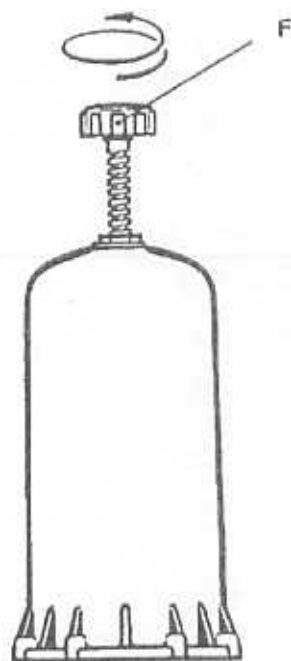

Abb. 7a
- Den Bypass-Schalter oben auf dem Apparat ganz aufschrauben (Abb. 7a - F)